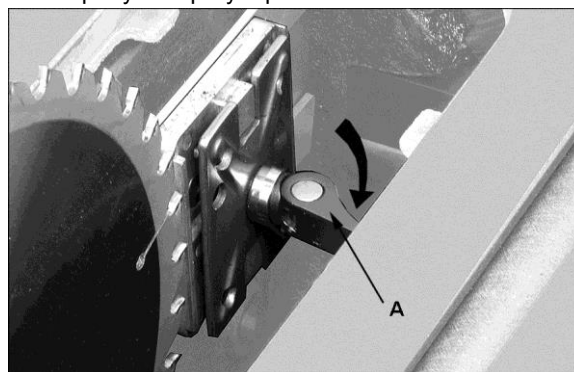

Рис.21
4. Потяните ручку ( А см. рис. 21) и снимите расклинивающий нож, делая заметки, в каком направлении расклинивающий нож должен быть подвинут с целью приведения его в параллель с пильным диском.